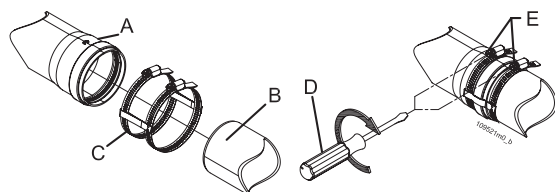

Figure 14-4 - Fixation des conduits d'évacuation et d'aspiration
**ATTENTION !!!** Assurer mécaniquement les assemblages des différents éléments du conduit d'évacuation et d'aspiration, par le biais de systèmes de fixation ou d'autres systèmes équivalents. Voir la figure 14-4.